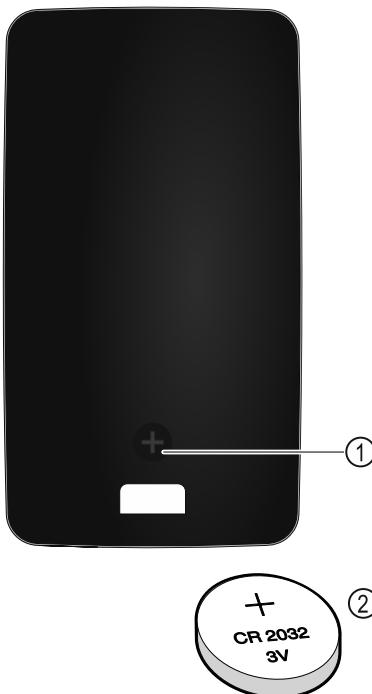

Fig. 229
Електроживлення дистанційного керування відбувається через батарею тип CR 2032 з 3В Fig. 229 (2), яку можна отримати в спеціальних магазинах.
- Викрутити гвинт Fig. 229 (1) дистанційного керування.